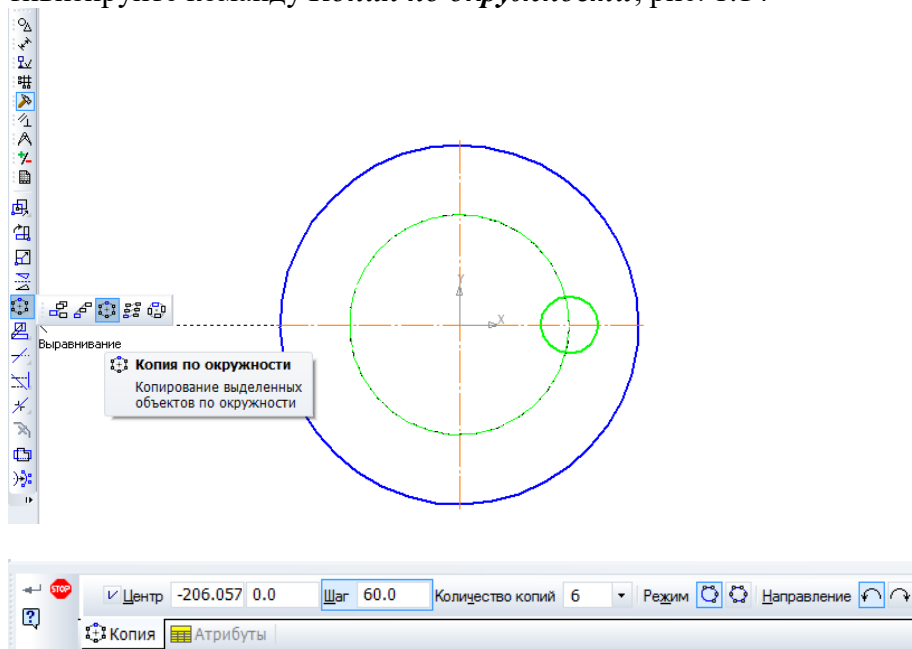

Рис. 1.14. Команда **Копия по окружности**
4. Включите панель **Редактирование** . Воспользуйтесь панелью расширенных команд кнопки **Копирование** и активизируйте команду **Копия по окружности**, рис. 1.14